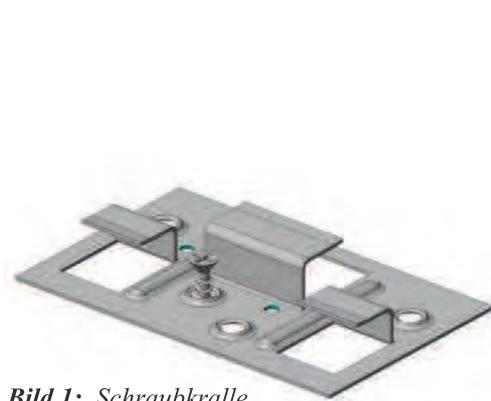

Bild 1: Schraubkralle
- Die BER Holz-F Akustikplatten werden mit der Schraubkralle (Bild 1) an die Unterkonstruktion mit Schrauben (2,9 x 16 mm) befestigt (Bild 2).